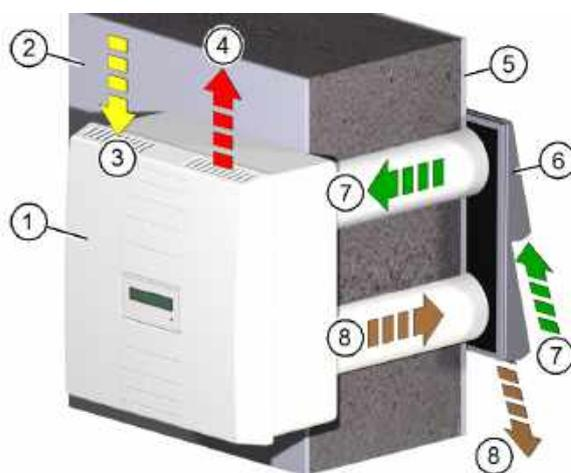
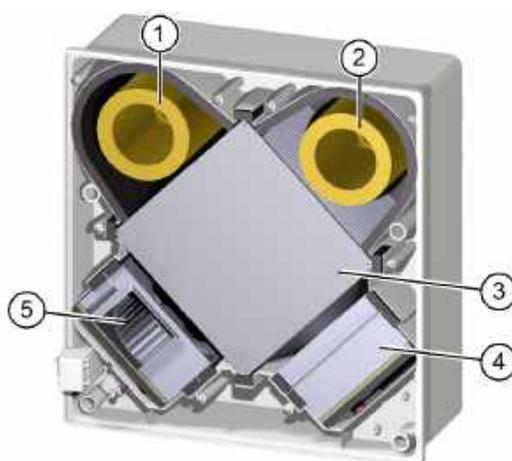

Fig. 7: Principe de fonctionnement de l'appareil d'aération
Fig. 8: Composants relatifs au renouvellement de l'air
Le ventilateur d'air fourni (pos. 5 dans Fig. 8) transporte à l'intérieur l'air neuf (pos. 7 dans Fig. 7) à travers le filtre d'air fourni (pos. 2 dans Fig. 8) et l'échangeur thermique à plaques à courant croisé (pos. 3 dans Fig. 8) en tant qu'air fourni (pos. 4 dans Fig. 7). Le ventilateur d'air repris (pos. 4 dans Fig. 8) aspire l'air repris (pos. 3 dans Fig. 7) de l'intérieur. L'air repris est épuré dans le filtre d'air repris (pos. 1 dans Fig. 8), guidé à travers l'échangeur thermique à plaques à courant croisé et évacué en tant qu'air rejeté (pos. 8 dans Fig. 7) vers l'extérieur.